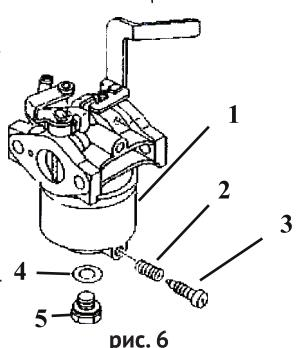

рис. 6
6.5.3 Слейте топливо из поплавковой камеры карбюратора, вывинтив пробку 3 (рис. 6). После слива установите пробку на место и затяните.
6.5.4 В модификациях в которых отсутствует винт слива, топливо сливать вывинтив болт 5 (рис. 6) крепления поплавковой камеры 1 (рис. 6), придерживая